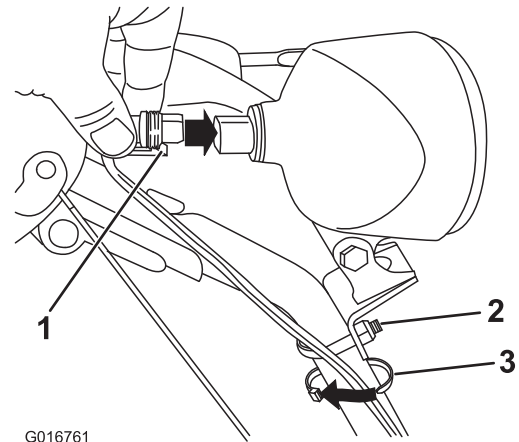

Figure 12
1. Branchez directement le connecteur qui est au bout du fil à l'arrière du phare et enfoncez-le bien en place (Figure 12).
**Remarque:** Assurez-vous que l'attache en plastique du connecteur se trouve en bas (Figure 12).
2. Attachez un serre-câble (pris dans le sachet de pièces détachées) autour du câble et du guidon à environ 2,5 cm (1 po) en dessous de l'étrier fileté (Figure 12).